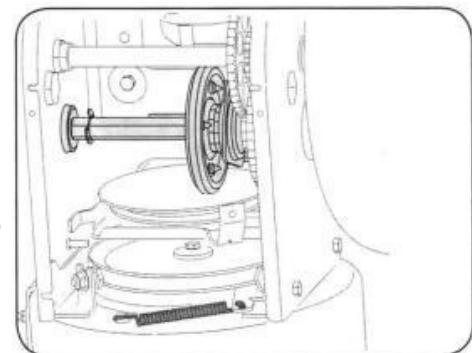

Figure 18
2. Нанесите легкое покрытие из всепогодной универсальной смазки на шестигранный вал. Fig.18.